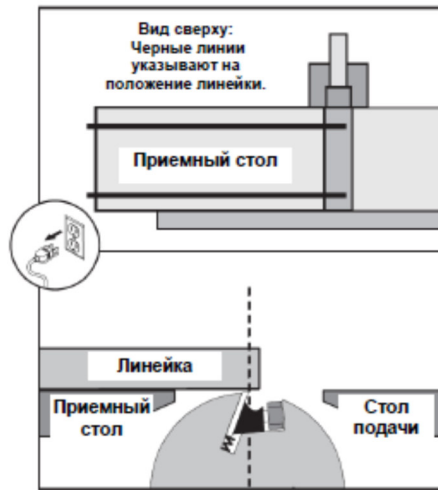

Рис. 51 Проверка параллельности ножевого вала с помощью линейки (повторите на передней/задней части стола)
3. Используя линейку и щуп, проверьте параллельность ножевого вала относительно приемного стола, как показано на Рис. 51.